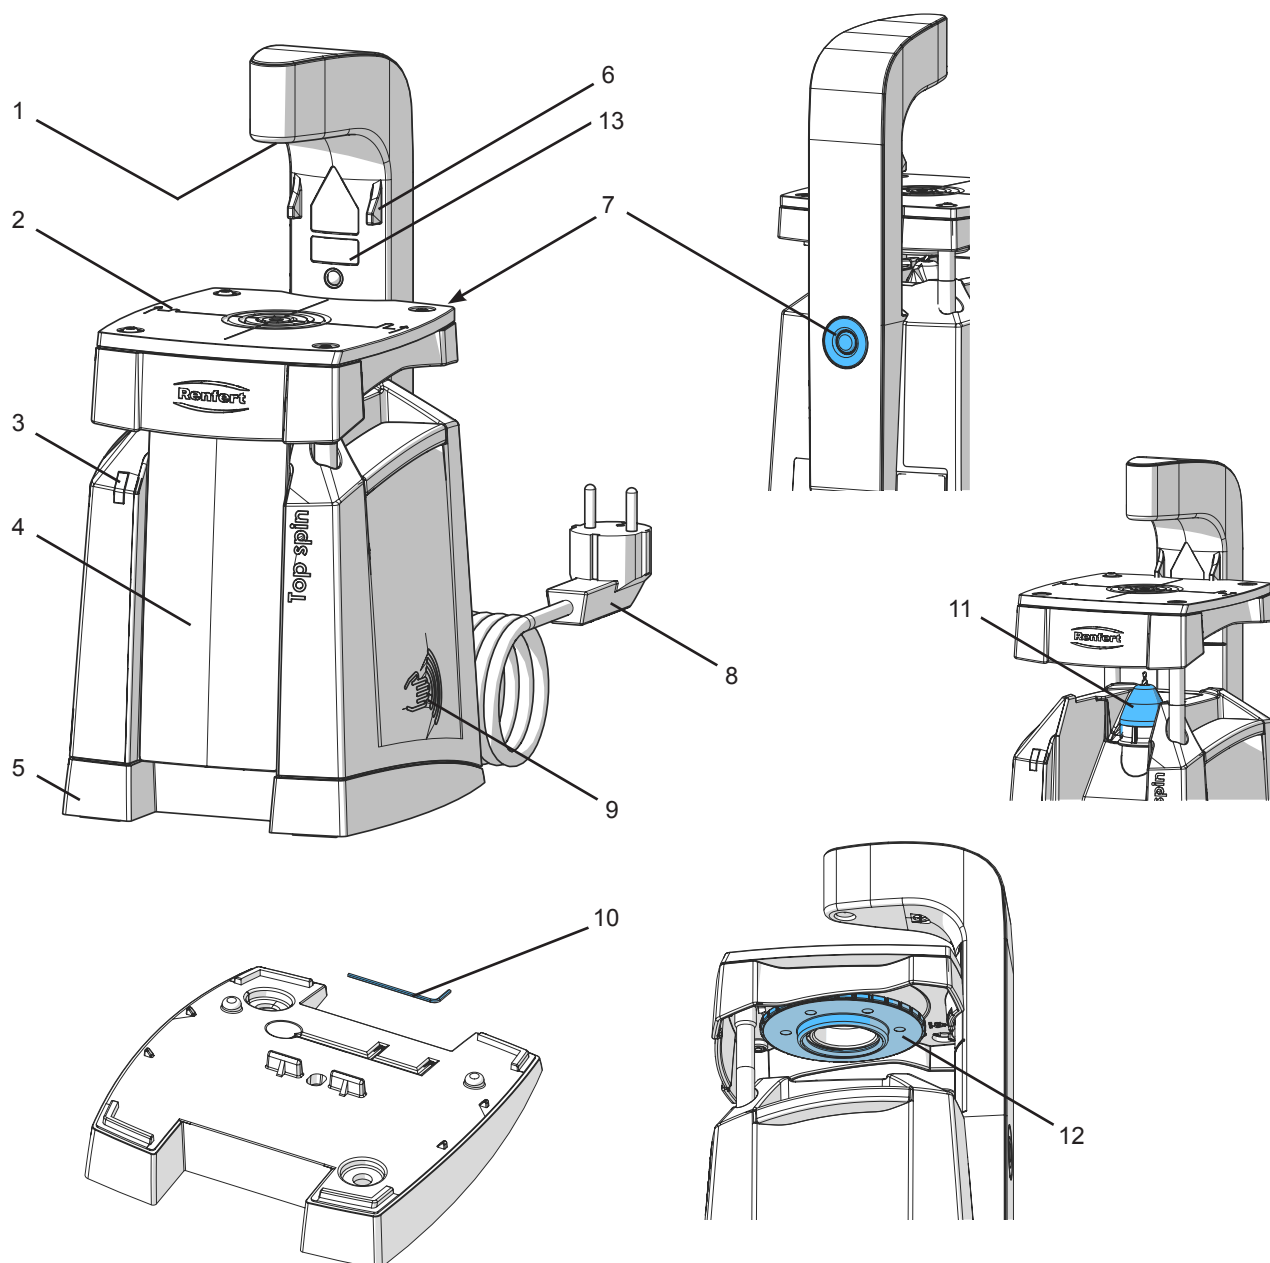

Fig. 1
- ⇒ Détacher l'autocollant de danger laser dans votre langue nationale du jeu d'autocollants et l'appliquer sur l'avertissement qui se trouve sur l'appareil (13, Fig.1).
⇒ Placer l'arcade dentaire sur la table de forage (2, Fig. 1) et l'ajuster sous le laser de visée (1, Fig. 1).
- ⇒ Pousser la table de forage (2) jusqu'en butée (6) vers le haut.
- ⇒ Repousser les dépôts de poussière dans le conteneur à poussière (4, Fig. 1) à l'aide d'un pinceau ou en tapotant légèrement et extraire le conteneur à poussière par l'avant en le saisissant au bord inférieur.
- ⇒ Retirer le capot anti-poussière (11, Fig. 1).
- ⇒ Appuyer sur le dispositif d'arrêt de la broche (7, Fig. 1) et tourner l'écrou de serrage (22) jusqu'à ce que le dispositif d'arrêt de la broche s'encliquette.